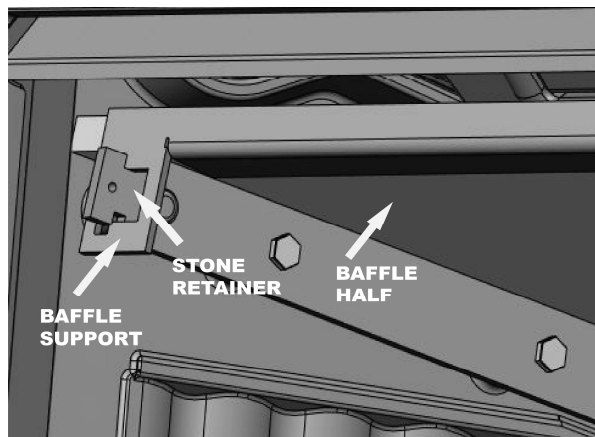
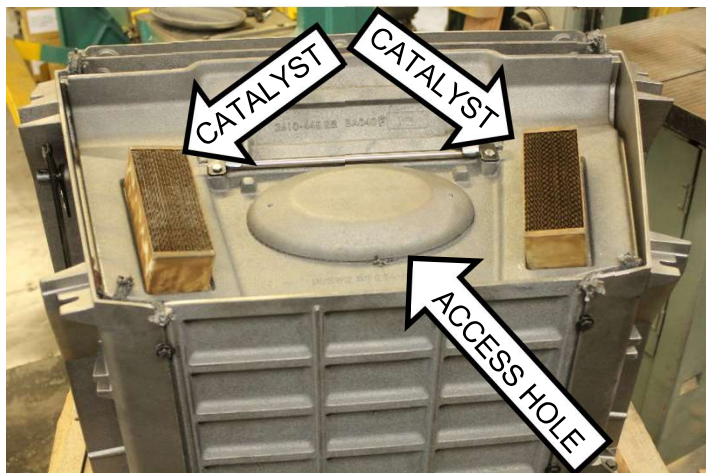

Figure 7 – Support de déflecteur et demi-déflecteur (côté gauche)
**Figure 13 – Disposition en pierre réfractaire**
Retirez les moitiés du déflecteur en soulevant le côté droit du support du déflecteur hors du support de pierre. Faites glisser le support du déflecteur vers la droite et détachez-le du côté gauche (voir figure 7).
Réinstallez le déflecteur (voir les figures 7 et 11) en inversant l'étape 4 sous-partie 1.
Disposez les pierres sur un morceau de carton pour trier les différentes tailles (un ruban à mesurer est pratique pour cela) en piles afin qu'elles puissent être sélectionnées en cas de besoin. Utilisez la figure 13 pour identifier et localiser correctement les pierres. Remarque : Pour placer la pierre latérale sous le support de pierre (voir figure 7), installez-les loin à l'avant de la chambre de combustion et glissez-les vers l'arrière.
6. Pierre D (2 pierres), Pierres du mur arrière extérieur (1-0000-103) une à la fois. Tenez chacun d'eux vers le haut et poussez chaque pierre du plancher central A sous la pierre arrière (voir la figure 13).